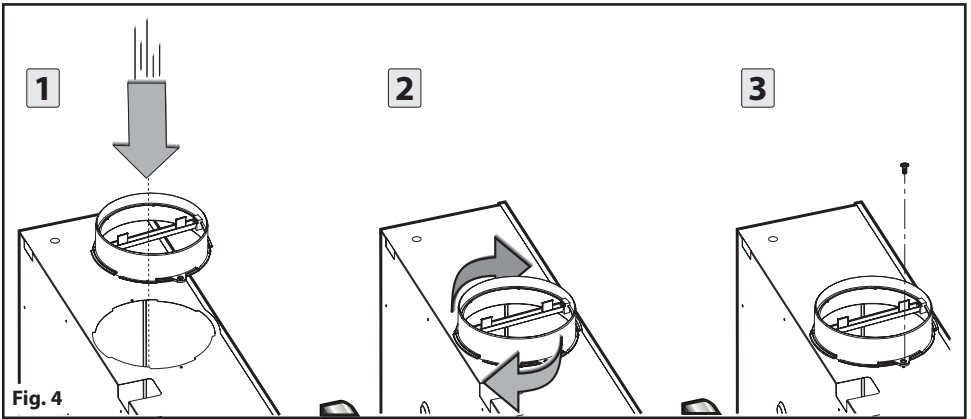

Fig. 4
- Montare la flangia sul foro di evacuazione aria ruotando fino allo scatto di arresto e fissata con una vite (Fig.4)